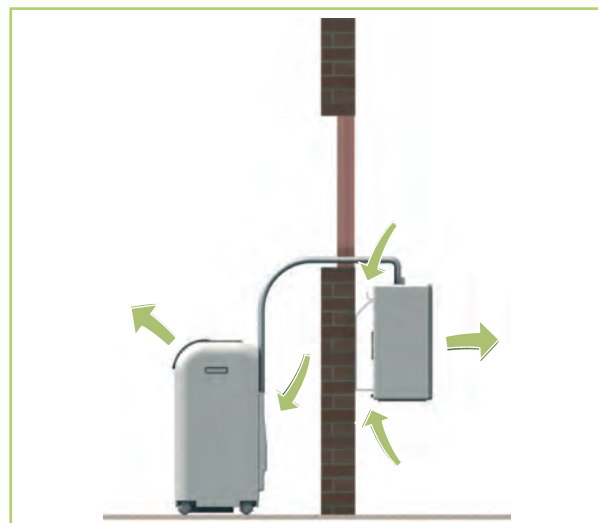
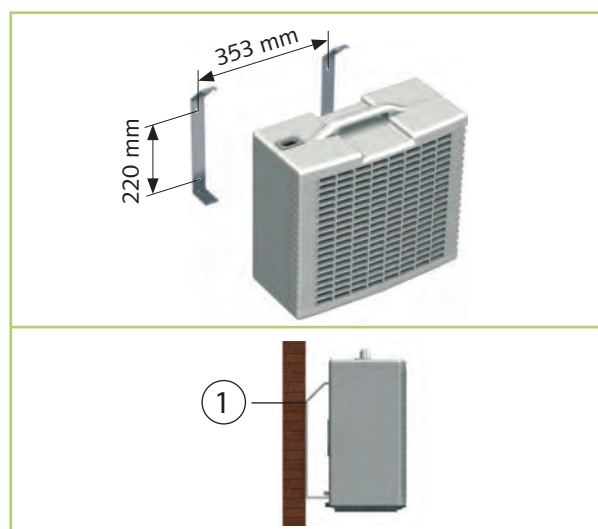

Abb. 8: Notwendige Luftzirkulation
Abb. 9: Abstände Montagehalterung
- Hängen Sie das Außenteil in die Wandhalterungen ein, und sichern Sie es mit den mitgelieferten Schrauben M4 (Abb. 8 und Abb. 9).